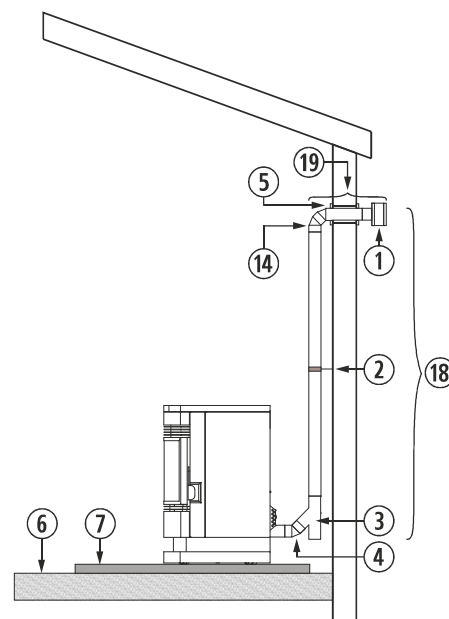

Figura 12
4.14. Juntar 4 pés formando um retângulo, com os reforços laterais e frontais, como indicado na *figura 12*. Abrir os guias da estufa, de forma a podermos aceder aos pontos de ancoragem dos pés na base da estufa. A ordem de montagem da estufa sobre os pés dependerá das necessidades do instalador, podendo fixar os pés na sua localização final e montar mais tarde a base da estufa aos pés; ou então montar o conjunto estufa-pés e posteriormente colocá-la no local e fixá-lo com os pés no solo. **Obrigatório** aparafusar os pés ao solo.
①	Pé.
②	Reforço frontal e traseiro.
③	Reforço lateral.
④	Base da estufa.